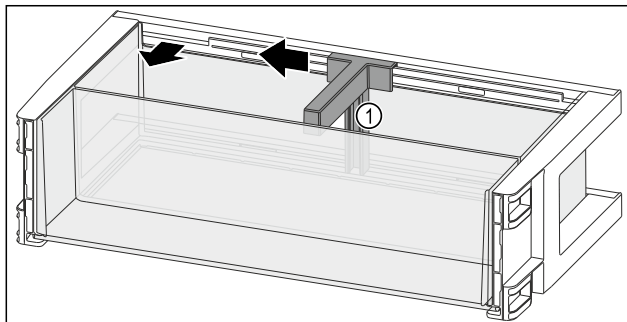

Fig. 108
- Potlačte držiak fliaš Fig. 108 (1) až k vybraniu do strany.
- Odoberte držiak fliaš Fig. 108 (1).